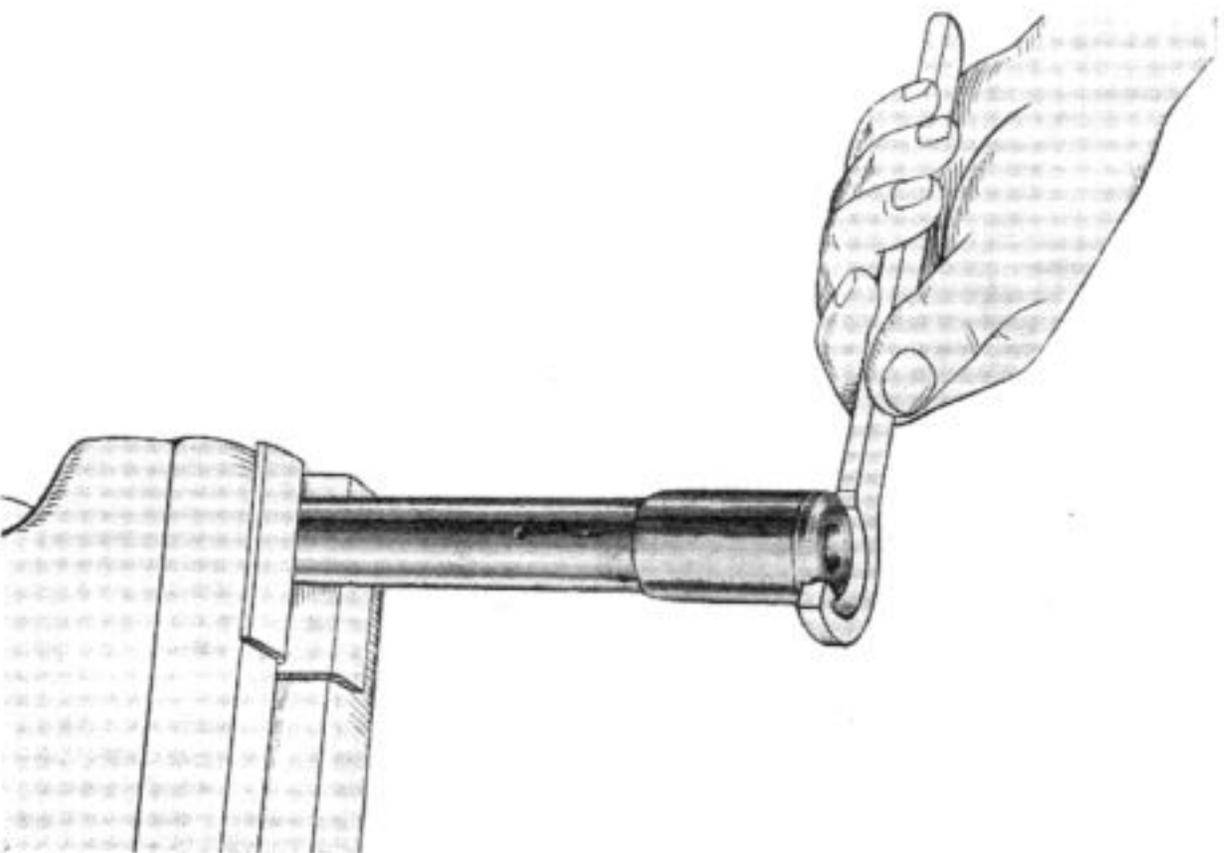

Fig. 32 - Come viene tolta la ghiera per fissaggio boccola inferiore
V) Dopo aver messo il braccio di forza in morsa raddrizzare l'orecchio della ranella di sicurezza e togliere la ghiera per fissaggio boccia inferiore con apposita chiave 23592, come dimostrato a fig. 32.